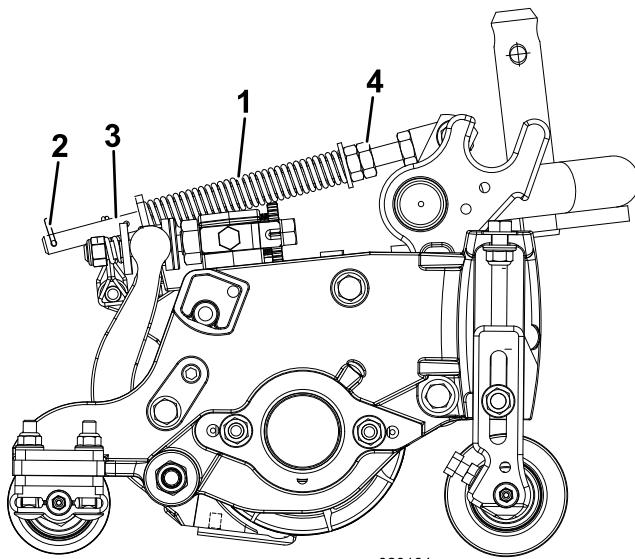

図 11
2. スプリングロッド前部の6角ナットを締めて、スプリング（圧縮状態）の長さが 12.7 cm になるようにする（図 11）。
ターフ補正スプリング（図 11）は、前ローラから後ローラへと、カッティングユニットの体重移動を行います。（これによりユニットを安定させ、いわゆる「波打ったような」仕上がり（ボビングとかマーセリングといわれる現象）を防いでいます。
1. ヘアピンコッターがスプリングロッドの後の穴に差し込まれていることを必ず確認してください（図 11）。